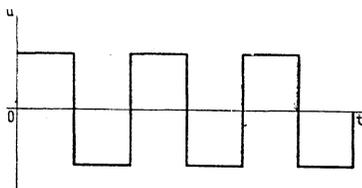

Fig. 5. — Signal rectangulaire obtenu en position 2.
tube (1). On obtient à la sortie une forme d'onde rectangulaire, et de la fréquence de l'oscillateur du Pont (fig. 5).